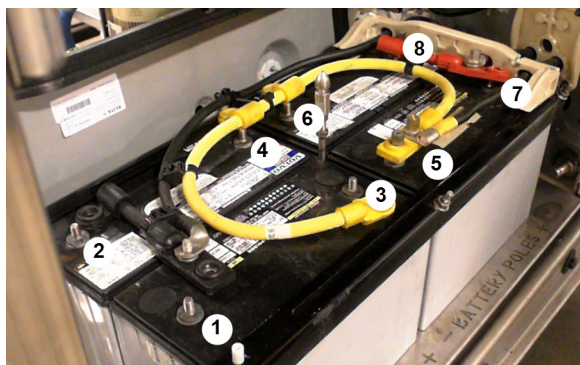

FIGURE 44: DÉCONNECTER LES 8 TERMINAUX
3. Avec une douille 9/16" et une clé à rochet, déconnecter les huit (8) terminaux des batteries (FIGURE 44).